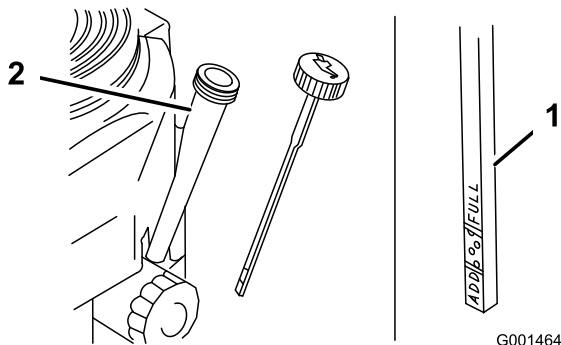

Bild 26
4. Reinigen Sie den Bereich um den Ölpeilstab (Bild 26), damit kein Schmutz in den Einfüllstutzen gelangen und den Motor beschädigen kann.
5. Schrauben Sie den Ölpeilstab heraus und wischen Sie das Metallende ab (Bild 26).
6. Schieben Sie den Ölpeilstab vollständig in den Einfüllstutzen (nicht in den Einfüllstutzen einschrauben) (Bild 26).
8. Gießen Sie ca. 80 % der angegebenen Ölmenge langsam in den Einfüllstutzen (Bild 26).